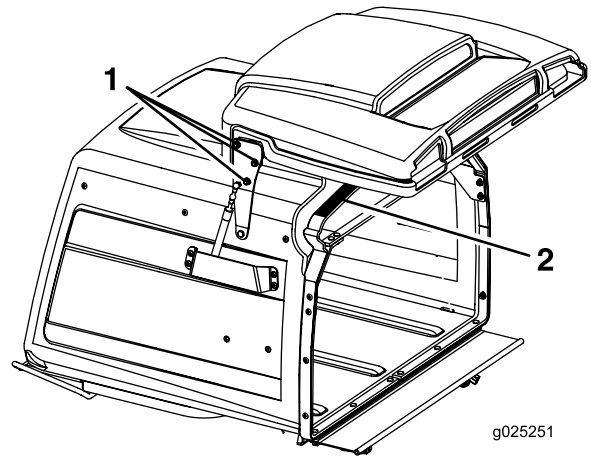

Figura 61
- Aflore las seis tuercas de las bisagras de la puerta (Figura 61).
- Abra la puerta y coloque una tira de goma de 9.5 mm ( $\frac{3}{8}$ " ) o una manguera de 9.5 mm ( $\frac{3}{8}$ " ) de diámetro entre la tolva y la puerta de la tolva (Figura 61).